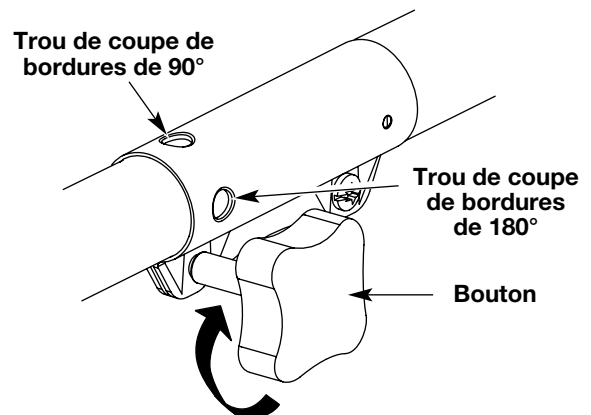

Fig. 25
3. Serrez le bouton en le tournant à droite (Fig. 25).
Pour couper les bordures à l'aide de la tête d'accessoire de coupe sur les modèle EZ-LinkMC, verrouillez le bouton de déclenchement de l'accessoire de coupe dans le trou de 90° ou de 180° (Fig. 25).